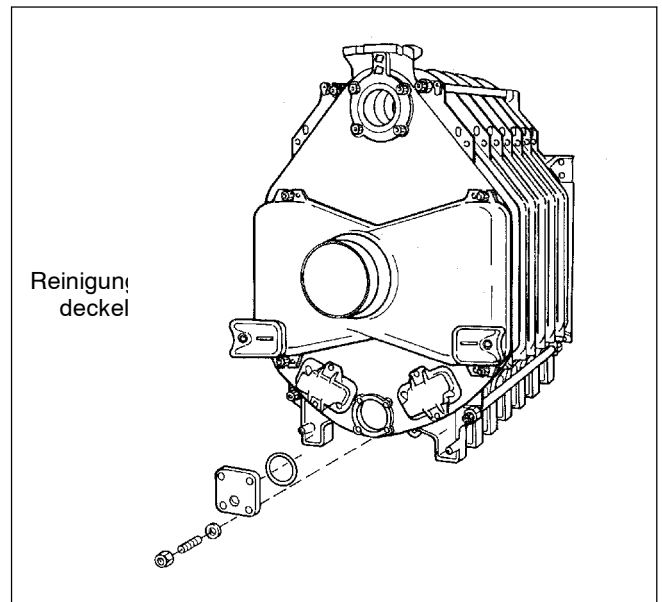

Abb. 18
- Dichtungen in die Nut um die Reinigungsöffnungen einlegen (Abb. 18).
- Reinigungsdeckel auf die in Abb. 18 zu sehenden Stiftschrauben aufsetzen, Unterlegscheiben auf die Stiftschrauben aufschieben und die Reinigungsdeckel mit Muttern anschrauben.